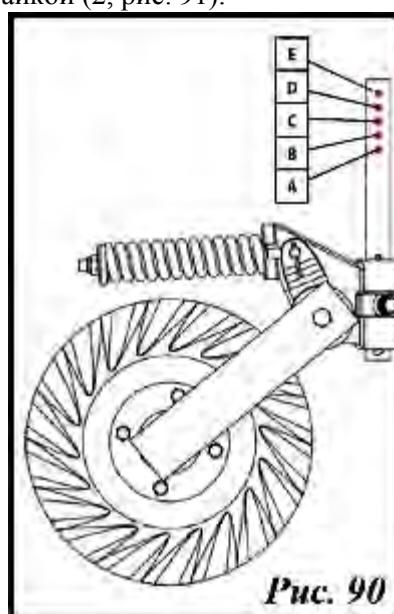
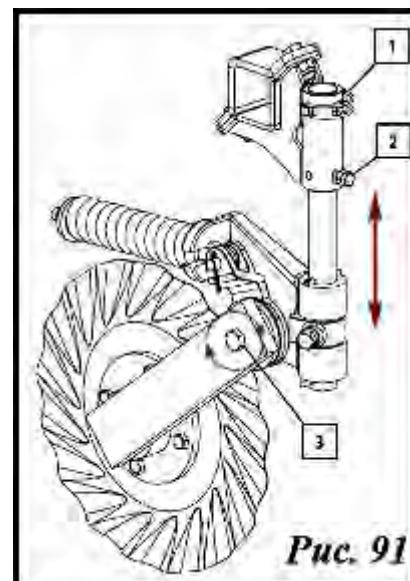

Рис. 90
Рис. 91
- 1 - Достать фиксатор (1, рис. 91).
- 2 - Ослабить болт (2, рис. 91).
- 4 - Установить фиксатор (1, рис. 91) в нужное отверстие (рис. 90), чтобы зафиксировать заданное положение.
- 5 - После этого заблокировать штангу болтом и контргайкой (2, рис. 91).
- 1 - Ослабить крепежный болт турбо-ножа (3, рис. 91).
- 3 - Затянуть крепежный болт (3, рис. 91).